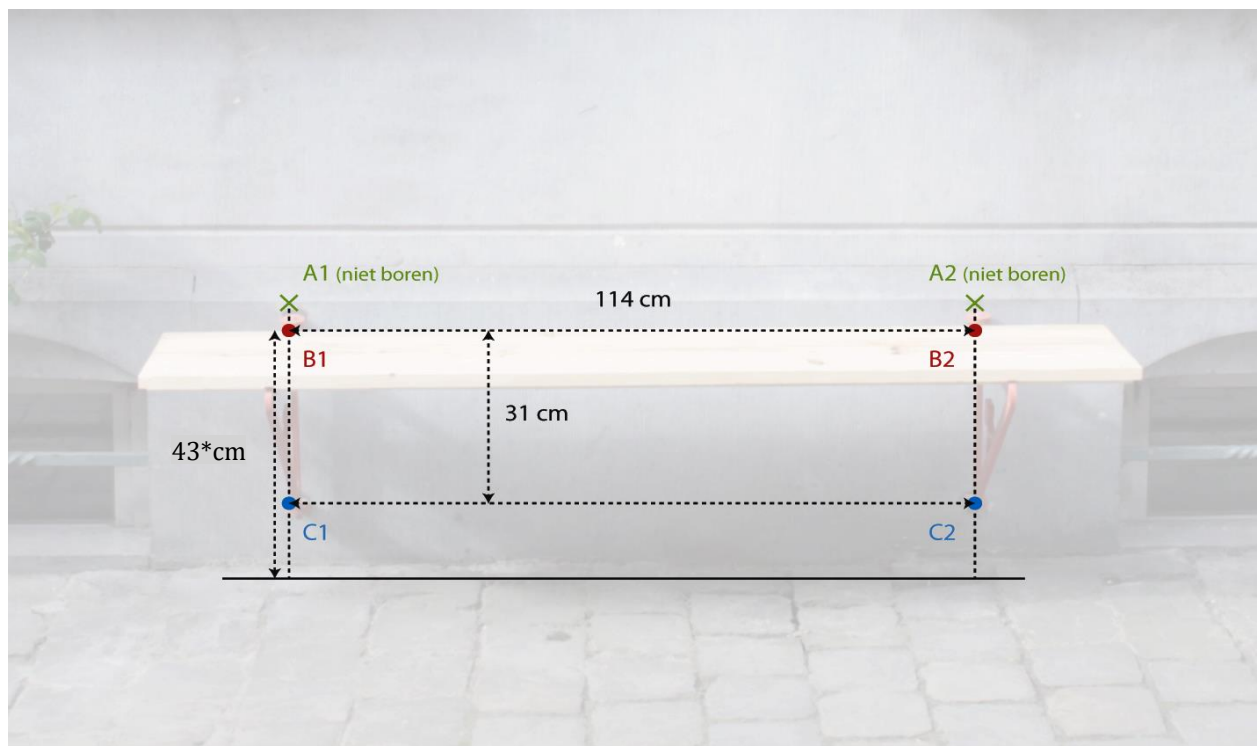

Fig. 1
2. boorgaten uitmeten (zie fig. 1)
Deze twee markeringen op 114*cm van elkaar, laten we ze markeerpunten A1 & A2 noemen (zie fig. 1), gebruik je om je waterpas/laserlijn tegen te houden. Duid op deze loodrechte lijn tussen de grond en A1 het markeerpunt B1 (zie fig. 1) aan op 43*cm van de grond. Gebruik je waterpas om via B1 en A2 het punt aan te duiden dat even hoog zit als B1 langst de andere kant, we noemen dit markeerpunt B2 (zie fig. 1). **Aangezien veel voetpaden scheef lopen kan je niet zomaar dezelfde hoogte van de grond nemen langs de andere kant!**
Vervolgens meet je 31 cm loodrecht (gebruik je waterpas) onder B1 & B2 (zie fig. 1), we noemen deze markeringen C1 & C2. Controleer of B1, B2, C1 en C2 op 114 cm naast elkaar en 31 cm loodrecht onder elkaar staan (zie fig. 1).